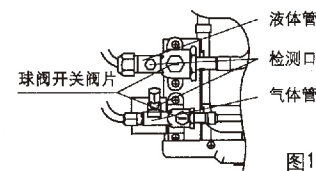

图10
- 确认室外机上的二个球阀已完全关闭。(如图10，球阀开时阀片为水平位置，关闭时阀片为垂直位置。)